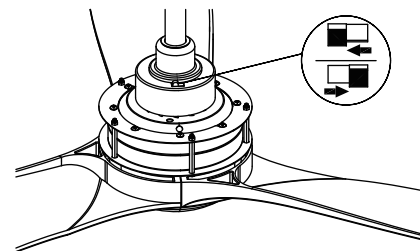

Fig. 31
4. Interruptor de sentido inverso: Controla la dirección, hacia adelante o en sentido inverso. (Fig. 31)